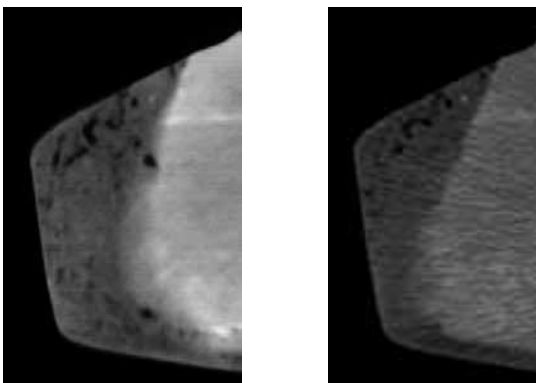

Abb. 12: Vergleich der Detailerkennbarkeit beider Messungen. Messung von 1992 (links) und 2006.
Die Sichtbarkeit einer Anzeige, zum Beispiel ein Riss oder ein Einschluss, hängt gleichermaßen von der Dichte- als auch von der Ortsauflösung ab (Hierzu: ASTM "Standard Guide for Computed Tomography (CT) Imaging", E-1441). Je besser die Dichteauflösung, desto kleinere Details sind erkennbar, auch wenn sie unterhalb der Ortsauflösung liegen, solange es sich um separate Anzeigen handelt. Dies kann wiederum an zwei ähnlichen CT-Schnitten aus beiden Messungen gezeigt werden. Abbildung 12 links zeigt einen CT-Schnitt aus 1992 mit einer seltsam geformten Pore (oder Einschluss mit geringer Dichte). Der Schnitt rechts von 2006 ist in nahezu der gleichen Höhe. Da die Schichthöhe 1992 größer war, werden mehr Anzeigen in einem Bild aufsummiert. Nicht senkrechte Kanten, wie der Stein im Inneren, werden verbreitert dargestellt.